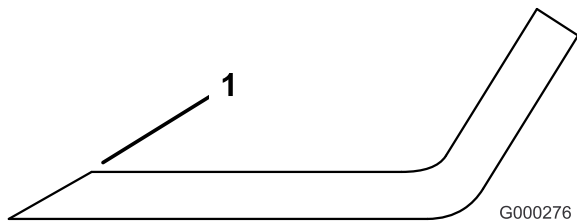

Figura 58
- Utilice una lima para afilar el filo de corte en ambos extremos de la cuchilla (Figura 58).